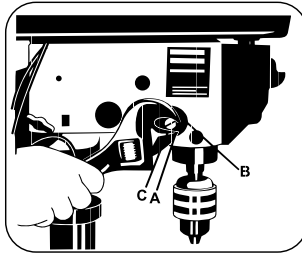

FIGURA 7.17
- Mueva las tuercas de traba hasta su posición más baja, y trábelas en este local utilizando la llave. Esto evitará que el Eje-Árbol caiga cuando sea accionado por el resorte (Figura 7.17).
- Posicione el destornillador en la ranura inferior frontal (A) de la tapa del resorte (B), y sujétela en esta posición mientras esté aflojando y retirando las tuercas.
- Apriete la tuerca interior (C) con la llave.
- Verifique el Eje-Árbol cuando mueva la palanca. La operación del Eje-Árbol debe ser suave, con movimientos continuos. Si el desplazamiento está muy apretado, afloje un poco las tuercas hasta que el movimiento sea confortable (Figura 7.17).